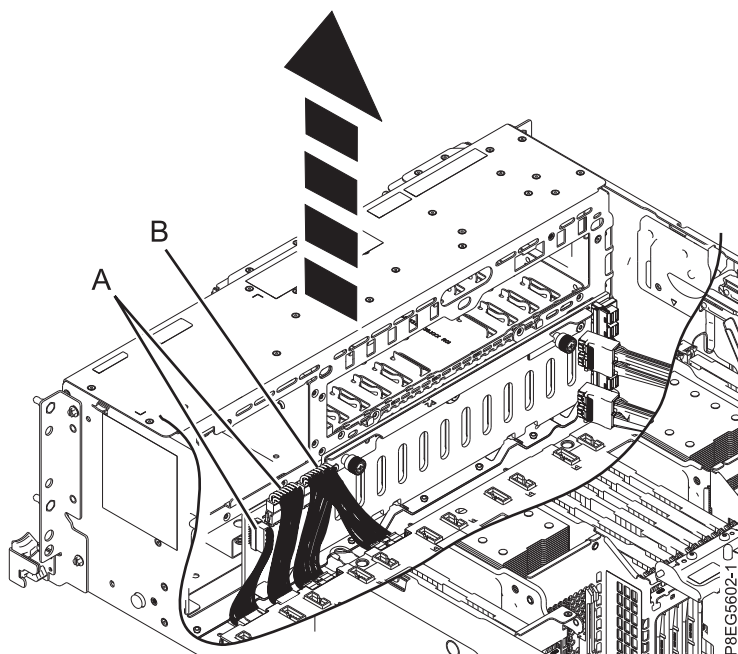

図 4. ディスク・ドライブ・バックプレーンからの電源ケーブル、信号ケーブル、およびコントロール・パネル・ケーブルの切り離し
5. 8 ページの図 4 に示すように、ラベルを付けて、信号ケーブルとコントロール・パネル・ケーブル (A) および電源 Y ケーブル (B) をディスク・ドライブ・バックプレーンから切り離します。